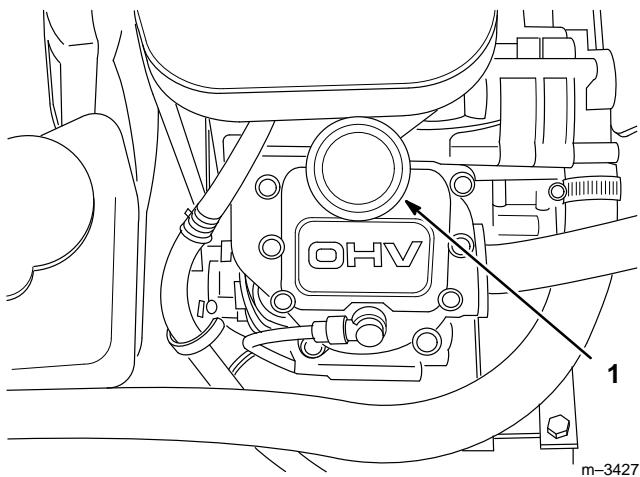

Abbildung 30
6. Die Öleinfüllkappe (Abb. 30) abnehmen und den Motor mit einem hochwertigen Motoröl der Kategorie API Service SG oder SH auffüllen (siehe Viskositäts-Diagramm).
7. Langsam ca. 80% der angegebenen Ölmenge in das Öleinfüllrohr gießen (Abb. 30). Dann den Ölstand kontrollieren. Siehe "Kontrolle des Motorölstands", Seite 16. Langsam Öl nachgießen, um den Ölstand bis zur FULL-Marke am Peilstab zu bringen.